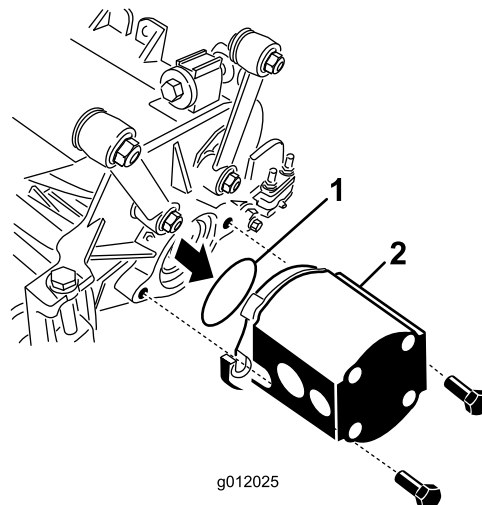

Figura 24
5. Inserite l'O-ring (in dotazione con l'apparato di taglio) sulla flangia del motore principale (Figura 24).
6. Montate il motore sull'estremità di azionamento dell'apparato di taglio e fissatelo con 2 viti a testa cilindrica in dotazione con l'apparato di taglio (Figura 24).